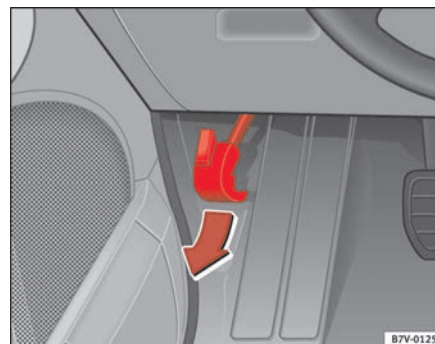

Fig. 137 Detalle de la zona reposapiés del lado del conductor: palanca para el desbloqueo del capó del motor.
- Tire de la palanca que se encuentra debajo del tablero de instrumentos ⇒ **fig. 137** en dirección de la flecha. El capó se desengancha de su bloqueo mediante un muelle ⇒ .